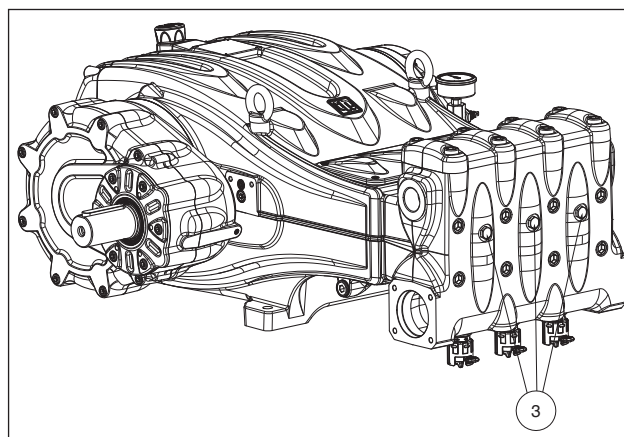

图 11
如果由于电源不足而引发启动问题，则可以通过拆下泵头上的三个前盖(MXXR40 - MXSR40型除外)进行干预，如③ 图11所示。